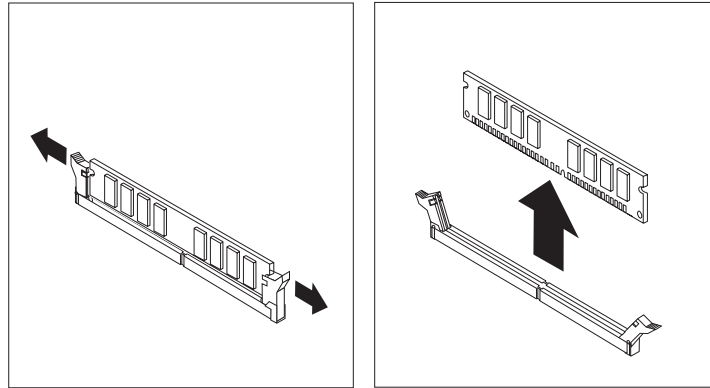

Figura 30. Rimozione dei moduli di memoria
4. Rimuovere il modulo di memoria sostituito aprendo i fermi come riportato. Consultare la sezione Figura 30 a pagina 37.